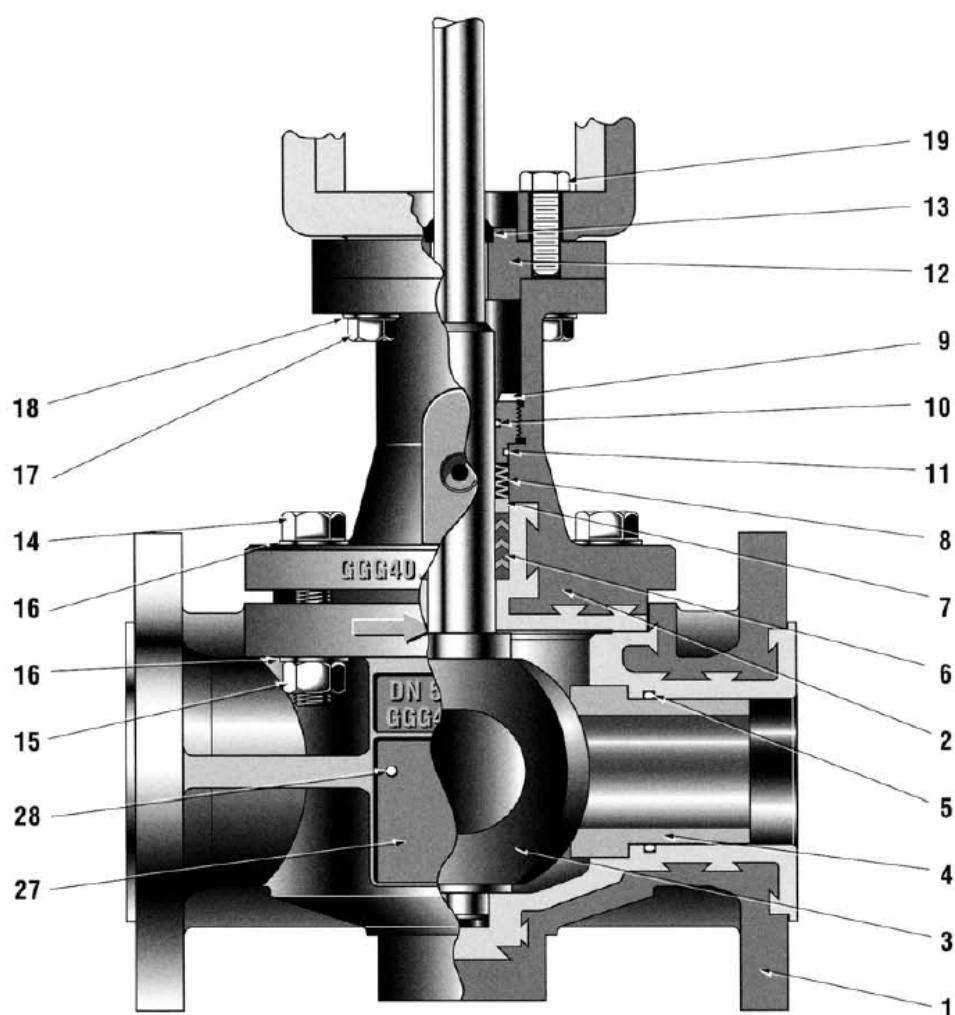

Figura 1
1. Rimuovere i coperchi anteriori e posteriori (118 e 121) dell'attuatore rilasciando le viti (119). Se necessario svitare il volantino (141) dopo la rimozione dell'anello Truarc (138) e della rondella (139).
3. Rimuovere l'indicatore (154), la clip del perno del cavallotto (122) e il perno del cavallotto (124), rilasciare la vite a testa cilindrica della leva (137).
4. Depressurizzare l'involucro della molla. Se la valvola non è dotata di un posizionatore, rimuovere la vite (127) e il coperchio dell'albero (126).
5. Rimuovere le viti della forcella (19) (Figura 1) e sollevare l'intera unità dell'attuatore e la leva (135).
3. Fissare la forcella sul corpo della valvola con le viti (19) (Figura 1).